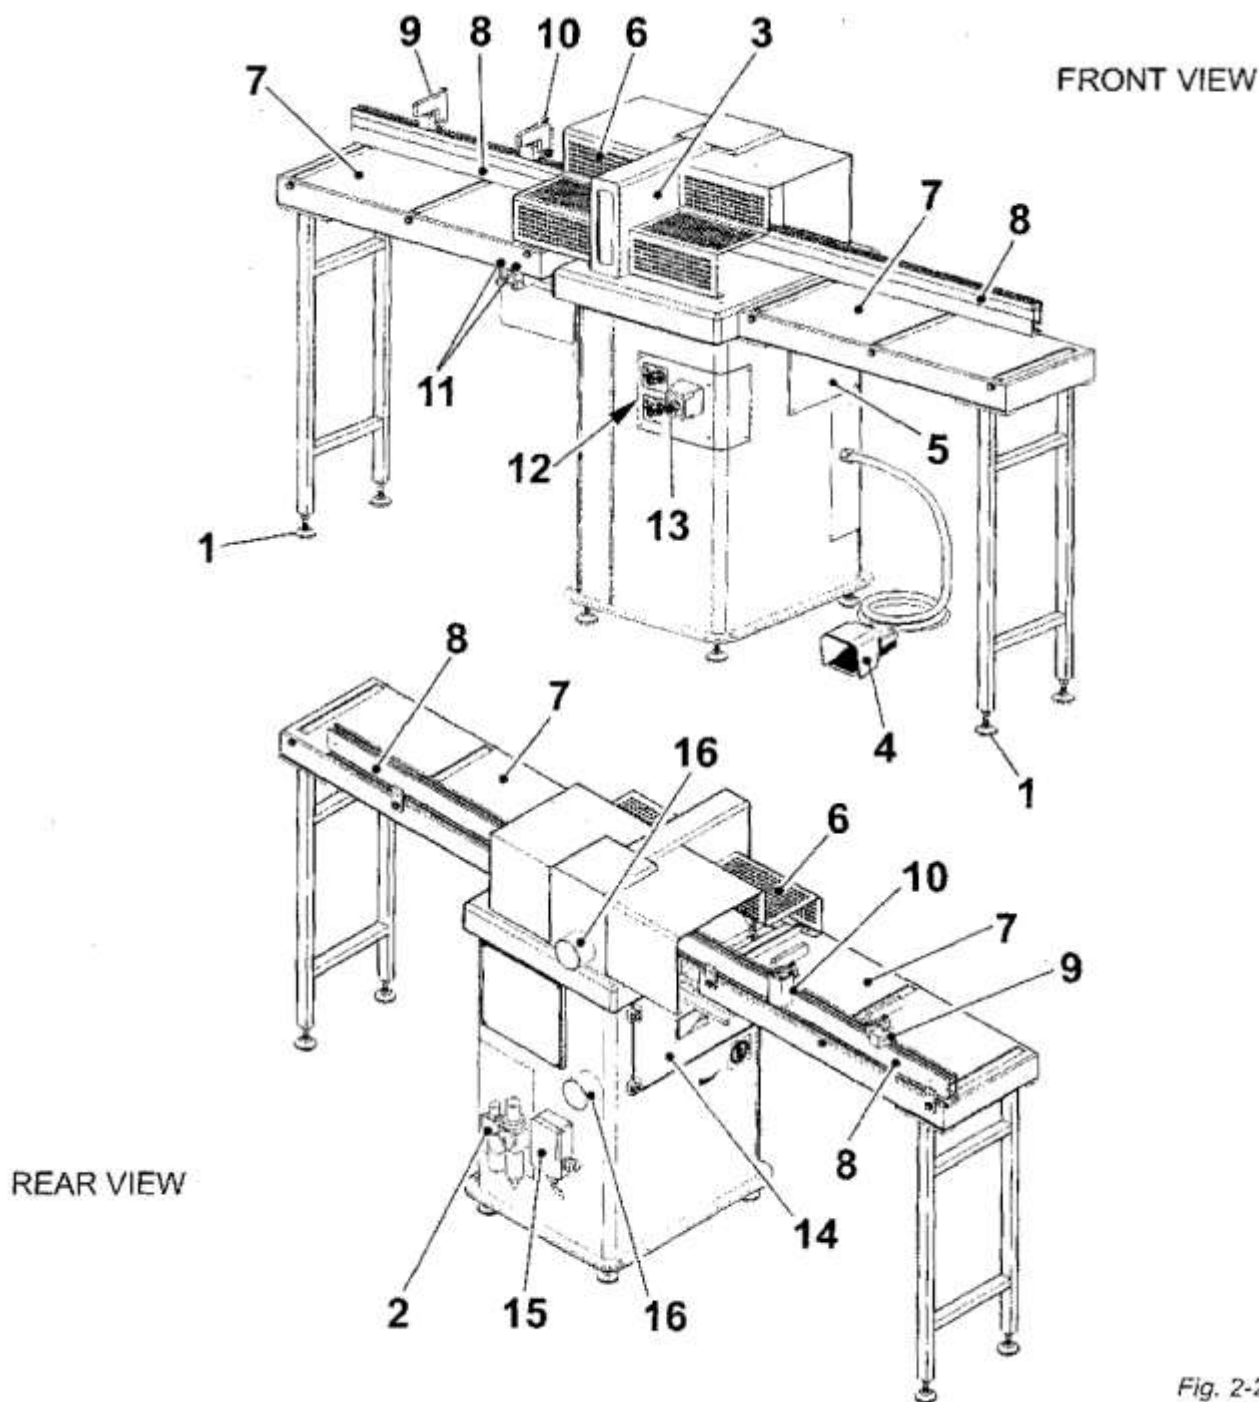

Fig. 2-2
2.8. ОСНОВНЫЕ ЧАСТИ СТАНКА (РИС. 2-2)